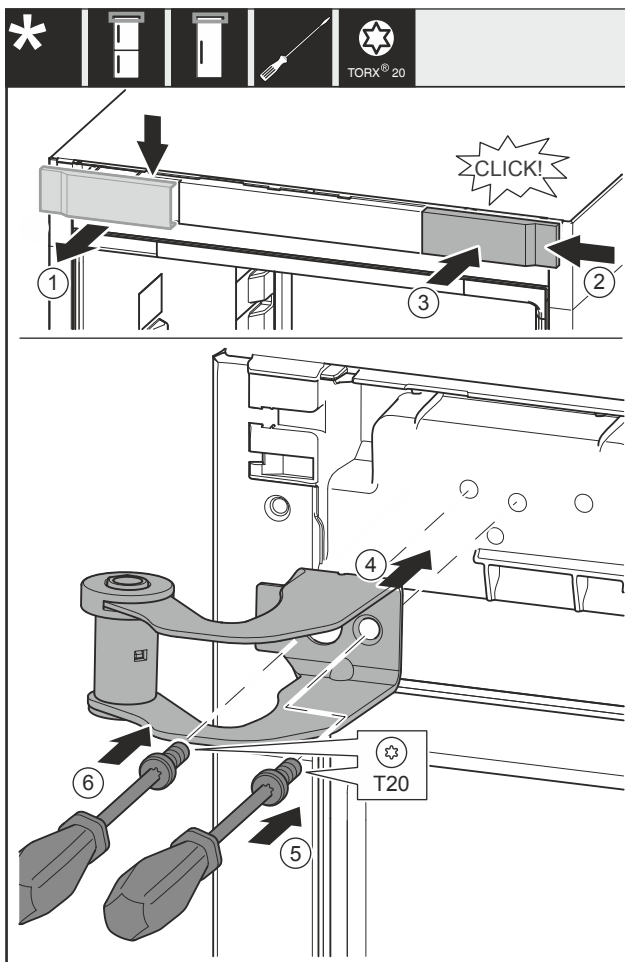

Fig. 22
- Hiqni kapakun mbulues Fig. 22 (1) nga lart duke e tërhequr përpara.
- Futni kapakun mbulues Fig. 22 (2) të rrotulluar me 180°, në anën tjetër nga e djathta.
- Mbërtheni kapakun mbulues Fig. 22 (3).
- Vendosni bazamentin e sipërm mbështetës Fig. 22 (4).
- Vidhosni vidën Fig. 22 (5).
- Vidhosni vidën Fig. 22 (6).